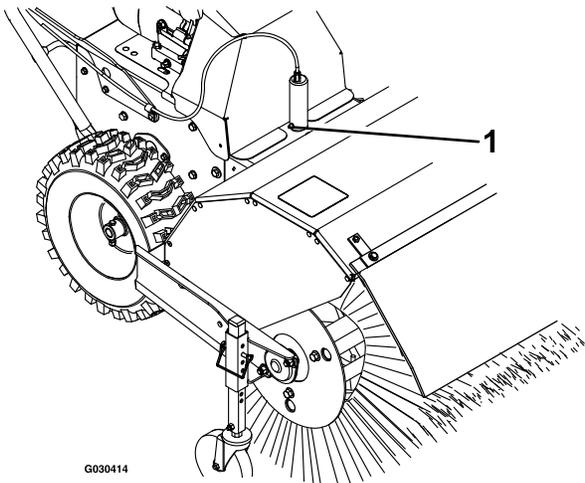

Figure 20
1. Lubrifiez le graisseur de la goupille de blocage d'angle du balai avec de la graisse universelle NGLI qualité n° 2 (Figure 20).